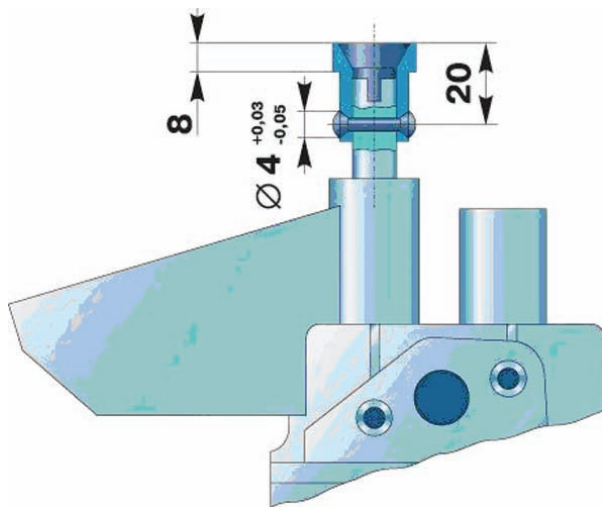

Рис. 1. Кріплення втулки на валику масляного насоса
За результатами спостережень ці види знарядь застосовуються для основного обробітку в Харківському регіоні на площі у такому співвідношенні (рис. 1):
Рис. 1. Співвідношення машин та знарядь для основного обробітку, що застосовуються в Харківській області в залежності від технічного забезпечення сільськогосподарських підприємств.
1. Напресуйте на ведучий валик втулку, витримавши розмір між торцем ведучого валика і торцем втулки 8 мм (рис. 1). При цьому зазор між корпусом насоса і іншим торцем втулки має бути не менше 0,5 мм.
Рис. 1. Центральный редуктор заднего моста: 1, 19 — полуоси; 2, 23 — чашки дифференциала; 3 — ведомая шестерня; 4, 7, 22 — подшипники; 5 — ведущая шестерня; 6, 16 — регулировочные прокладки; 8 — сальник; 9 — фланец; 10 — гайка; 11 — шайба; 12 — уплотнительное кольцо; 13 — крышка; 14 — болт; 15 — корпус подшипников; 17 — сателлит; 18 — упорное кольцо; 20 — гайка подшипника дифференциала; 21 — крышка подшипника; 24 — крестовина; 25 — полуосевая шестерня; 26 — шайба; 27 — стопор гайки подшипника; 28 — картер моста
Через каждые 60–80 тыс. км пробега рекомендуется проверять осевой зазор в подшипниках ведущей конической шестерни 5 (см. рис. 1) при снятом карданном вале и затянутой с приложением момента 45–60 кгс·м гайке 10 крепления фланца.
- освободив корпус 15 (см. рис. 1), зажать ведущую коническую шестерню в тисках (на губки тисков положить накладку из мягкого металла). Расшплинтовать и отвернуть гайку крепления фланца 10, снять шайбу, резиновый уплотнитель и фланец. Снять крышку 13 с сальником 8 и внутреннее кольцо переднего подшипника 7 и регулировочную шайбу 6;
Регулировку подшипников 2 2 дифференциала следует производить при снятой ведущей шестерне с корпусом 15 с помощью гаек 20 (см. рис. 1), которые необходимо заворачивать с помощью специального ключа (рис. 2) с обеих сторон на одинаковую величину до получения нужного предварительного натяга, не нарушая положения ведомой шестерни (шаг резьбы обеих гаек одинаков). Если гайки 2 0 (см. рис. 1) не проворачиваются, надо ослабить болты крепления крышек 21 подшипников на время регулировки.
- руководствуясь таблицей 1, отрегулировать зацепление конических шестерен. Перемещение ведущей шестерни 5 обеспечивает изменение количества регулировочных прокладок 16 (см. рис. 1) под фланцем корпуса подшипников ведущей шестерни.